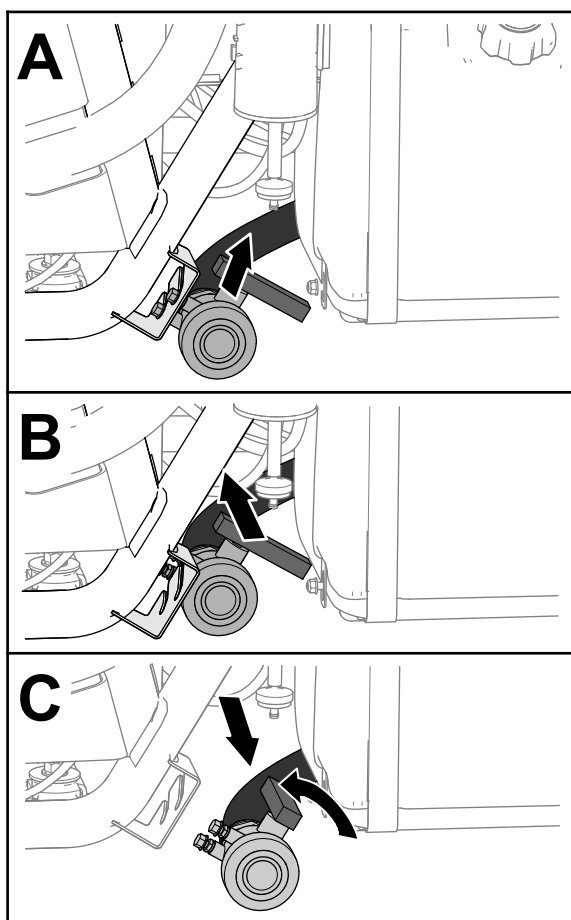

Figura 27
2. Localize a válvula de escoamento do depósito à esquerda da máquina, à frente do depósito de combustível (Figura 27).
3. Levante a válvula e mova-a para dentro até os pernos de montagem da válvula saírem das ranhuras no suporte da válvula de drenagem e mova a válvula para trás (Figura 27).
4. Alinhe a extremidade da válvula com o recipiente de drenagem e rode a pega da válvula no sentido contrário ao dos ponteiros do relógio para a posição aberta (Figura 27).
5. Quando o depósito tiver drenado completamente, rode o manípulo da válvula de drenagem para a posição fechada e monte a válvula no suporte da válvula de drenagem (Figura 27).